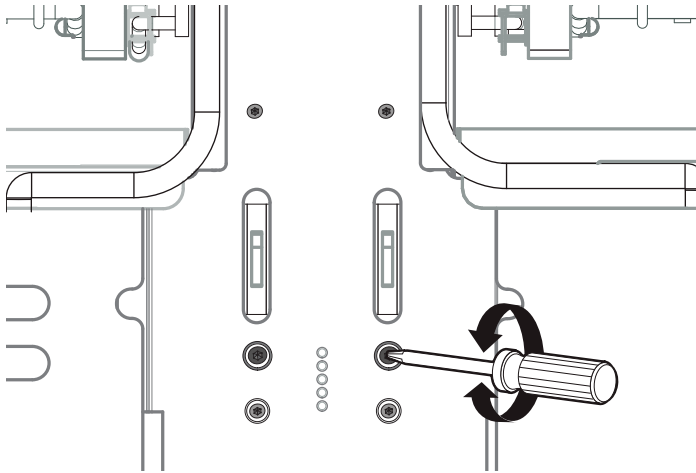

Figure 26 : Vis d'ajustement des charnières
4. Si la porte ou la poignée semble légèrement inclinée d'un côté ou de l'autre, vous pouvez ajuster l'inclinaison en vissant ou dévissant à l'aide d'un grand tournevis Torx T-20 la vis Torx de la charnière, située directement au-dessus de la fente de la charnière. Tournez la vis jusqu'à ce que la porte soit correctement alignée (Figure 26).